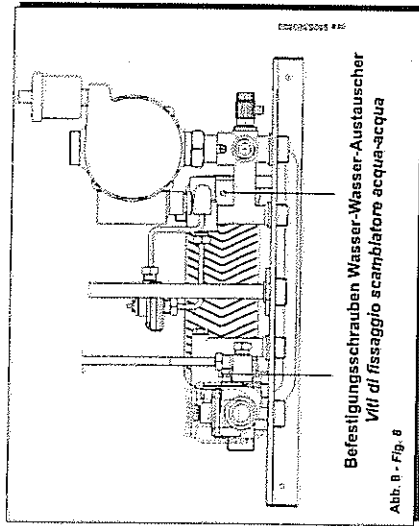

Abb. 8 - Fig. 8
- die beiden vorne sichtbaren Befestigungsschrauben des Wasser-Wasser-Austauschers entfernen und diesen aus seinem Sitz ziehen (Abb. 8).